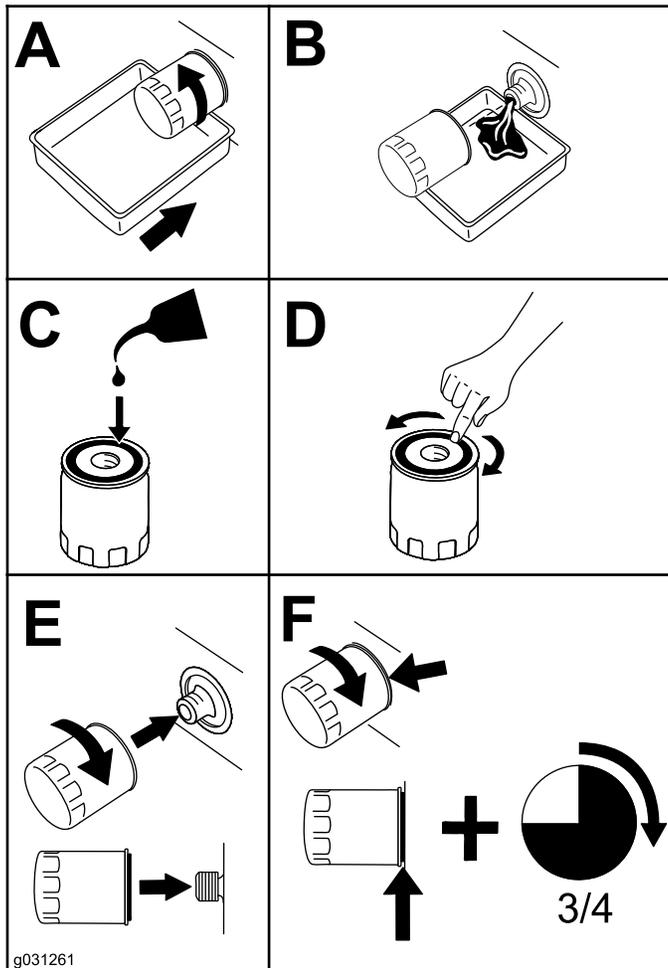

Figure 92
4. Remplacez le filtre à huile moteur (Figure 92).